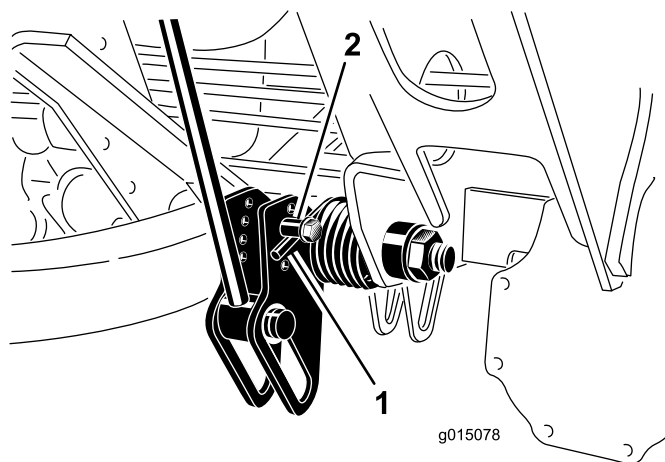

Bild 41
2. Führen Sie ein Rohr oder ein ähnliches Objekt in die lange Feder ein, um die Federspannung während der Einstellung aufzuheben (Bild 41).
3. Wenn Sie die Federspannung aufgehoben haben, nehmen Sie die Schraube und Sicherungsmutter ab, mit denen der Federaktuator an der Halterung befestigt ist (Bild 41).